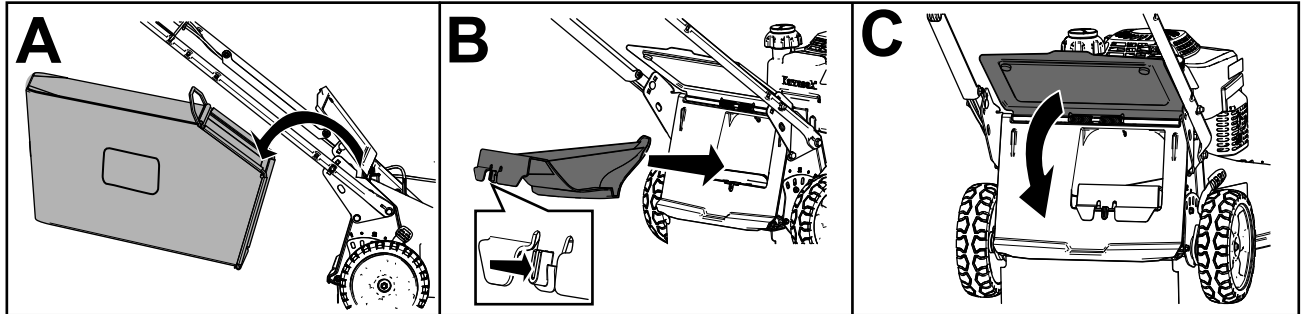

Figure 19
- Si le bac à herbe est installé sur la machine, enlevez-le (A de Figure 19).
- Si l'obturateur d'éjection arrière n'est pas en place, saisissez-le par la poignée, soulevez le déflecteur arrière, et insérez l'obturateur dans la goulotte d'éjection arrière jusqu'à ce qu'il se verrouille en position (B de Figure 19).
3. Sortez la tige du bac à herbe des crans à la base du guidon (A de Figure 19).
4. Installez l'obturateur d'éjection (B de Figure 19).
5. Abaissez le déflecteur arrière (C de Figure 19).